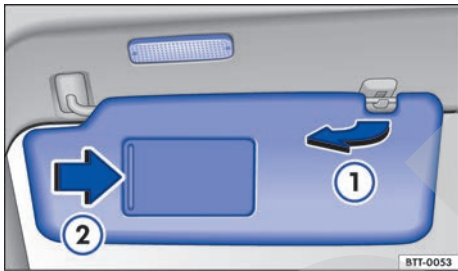

Fig. 71 Parasol.
- Desenganchar del soporte y girar en dirección de las puertas → fig. 71 ①.